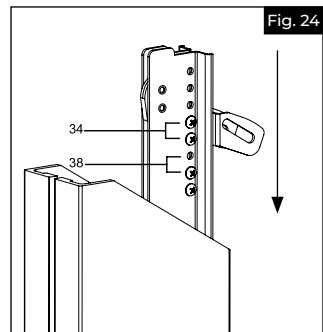

Fig. 24
b. Si el ángulo de su escalera es de 34 a 38 grados, la abrazadera A de la guía del cable, en la parte inferior del poste intermedio, deberá bajarse. Consulte la (Fig. 24) para ver el posicionamiento. Retire los 2 tornillos que sostienen la abrazadera en su lugar. Ajuste en la posición correcta, vuelva a colocar los tornillos y apriételos con un destornillador para evitar que queden demasiado apretados.